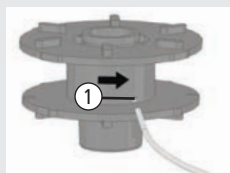

Fig. 10
Encaixe o fio no furo do carretel (1) conforme figura [Fig. 10].